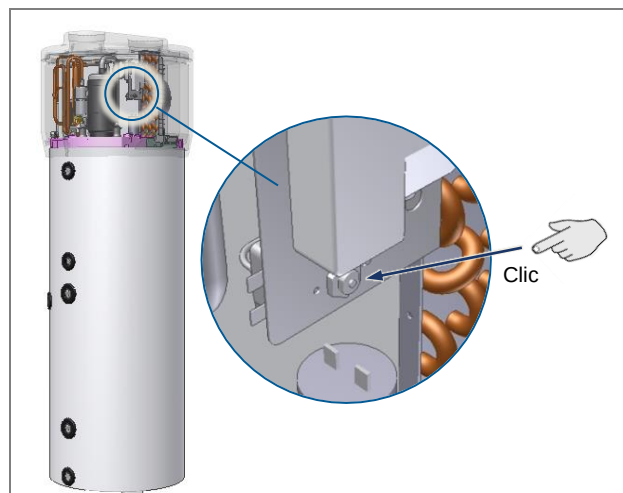

Fig. 19 – Resetarea termostatlui de siguranță
- Resetați manual termostatul de siguranță declanșat din partea superioară (Fig. 19). Dacă a fost declanșat, știftul central al termostatlui iese în afară cu aproximativ 4 mm;